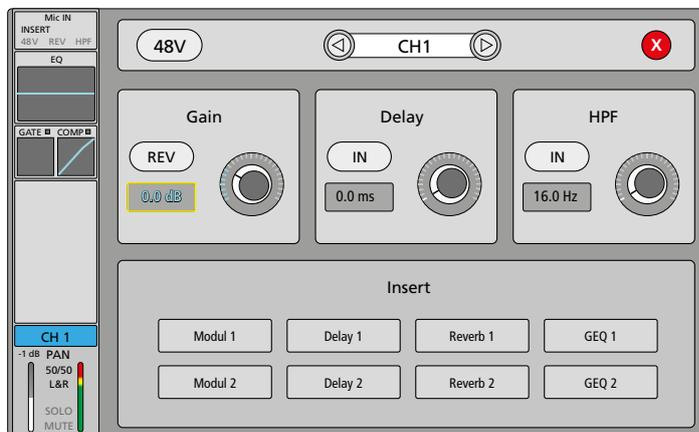
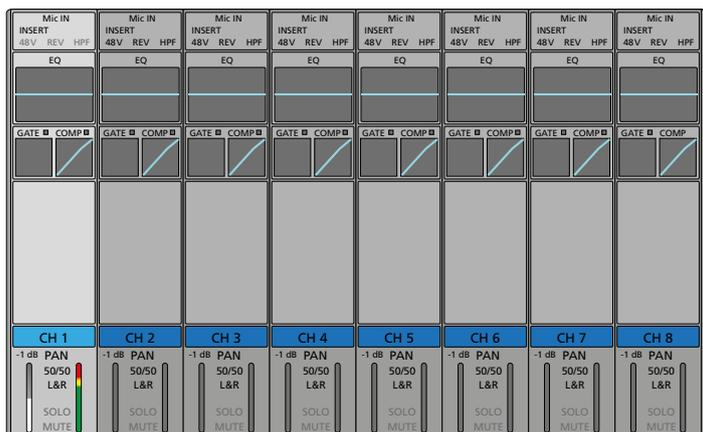

Abb. 5 Eingangsanspassung
Abb. 4 Übersicht der Eingangskanäle
- 1) Die Taste ⏻ (2) ca. 5 s lang drücken. Der Bildschirm (1) zeigt nach einem Startbild die Übersicht der Eingangskanäle IN 1–8 (Abb. 4) und das Pult ist einsatzbereit.
- 3) Den Eingangskanal „CH 1“ durch Drücken der Taste SEL (10) auswählen. Die Taste leuchtet und der Kanalstreifen in der Übersicht wird hervorgehoben.
- 4) Um die Ansicht der Eingangsanpassung (Abb. 5) aufzurufen, auf das Feld „Mic IN“ im obersten Teil des hervorgehobenen Kanalstreifens tippen.